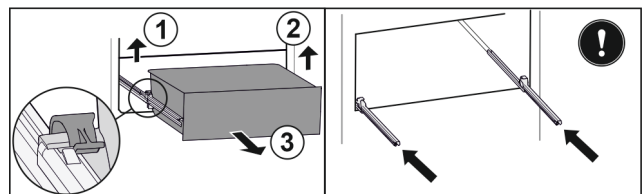

Fig. 97
- Soulever la bride gauche et tirer dans le même temps la partie gauche du tiroir vers l'avant. Fig. 97 (1)
- Soulever la bride droite et tirer dans le même temps la partie droite du tiroir vers l'avant. Fig. 97 (2)
- Retirer le tiroir par l'avant. Fig. 97 (3)